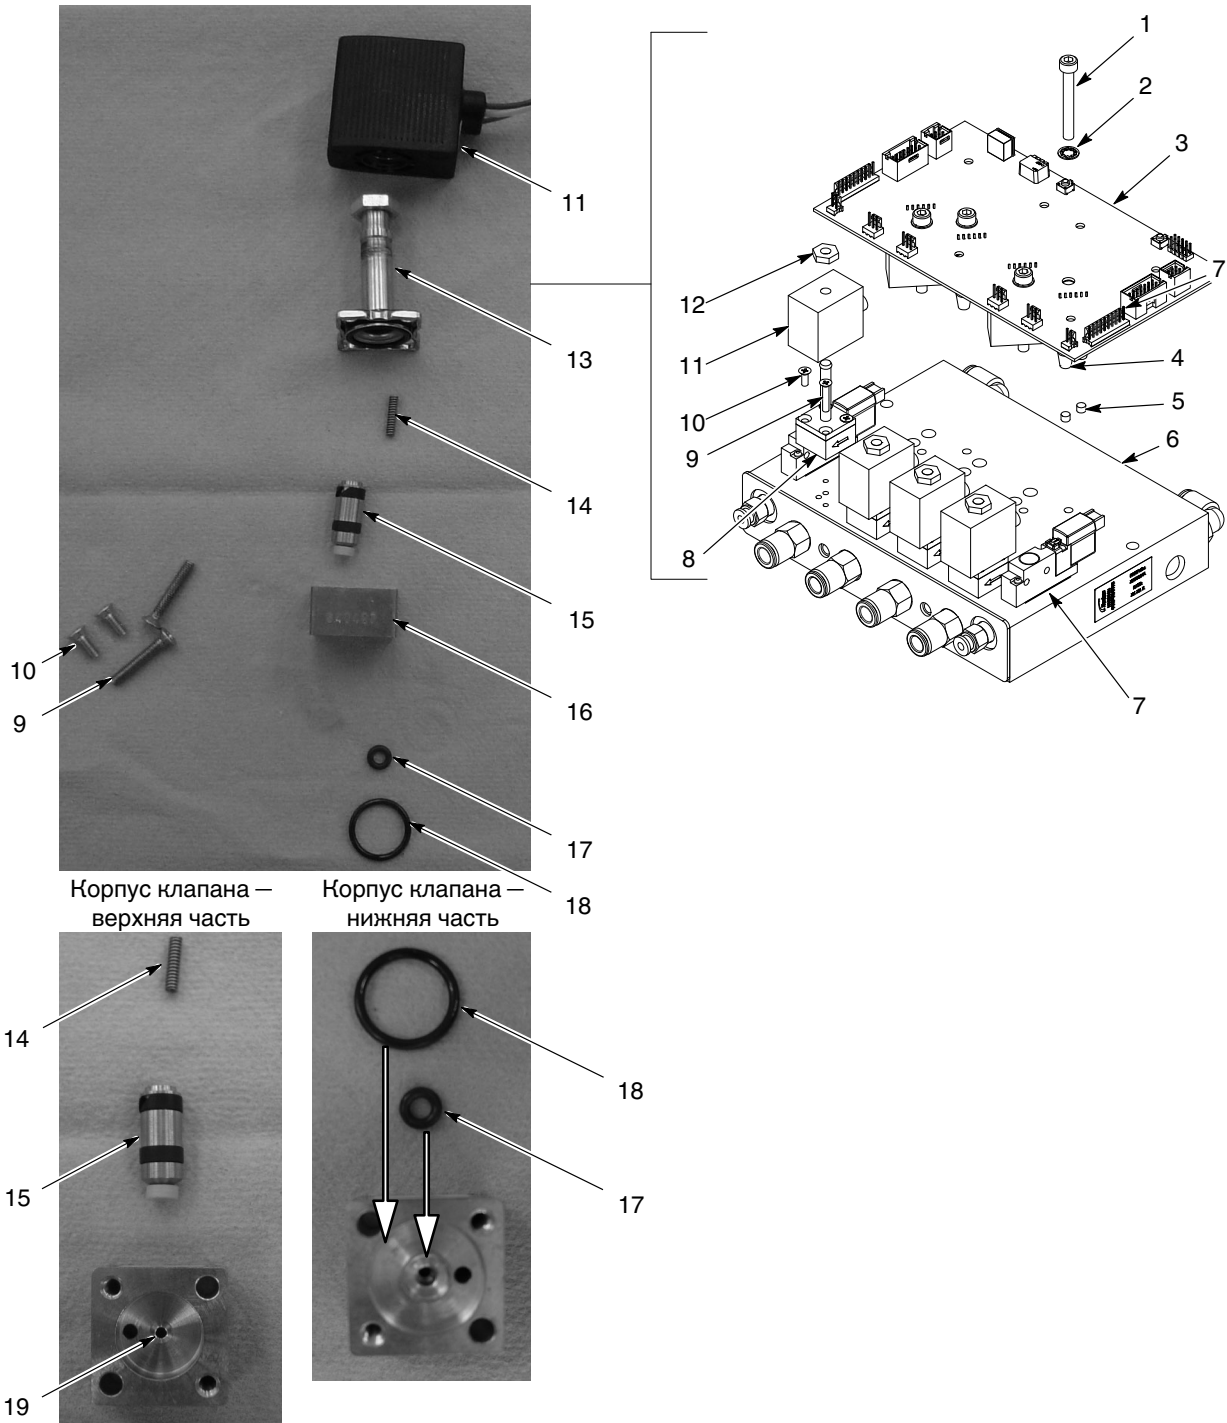

Рис. 6-13 Очистка и ремонт модуля iFlow
См. рис. 6-13. Подача загрязненного воздуха может привести к неполадкам в работе пропорционального клапана (8). При разборке и очистке клапана руководствоваться следующими инструкциями.
1. Отсоединить проводку катушки (11) от печатной платы (3). Отвернуть гайку (12) и снять катушку с пропорционального клапана (8).
2. Вывернуть два длинных винта (9) и снять пропорциональный клапан с коллектора.
3. Вывернуть два коротких винта (10), затем снять шток клапана (13) с его корпуса (16).
4. Вынуть из штока клапана золотник (15) и пружину (14).
См. рис. 6-13. Для снятия электромагнитных клапанов воздуха распылителей (7) вывернуть два винта из корпуса клапана и снять клапан с коллектора.
См. рис. 6-13.